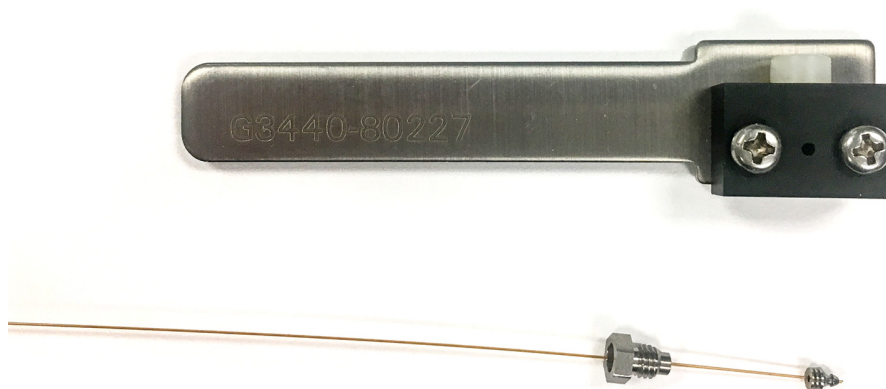

图 7. 将色谱柱旋入内螺母、密封垫圈和套接工具
- 3 将色谱柱末端穿过内螺母和密封垫圈，如图 7 中所示。